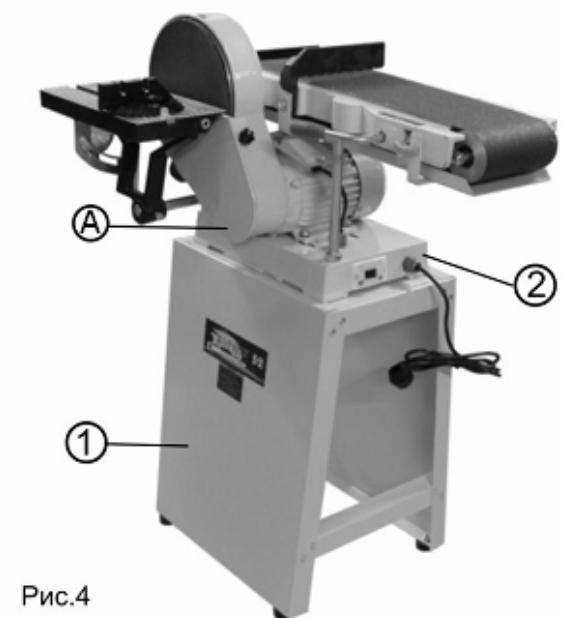

Рис.4
## 8.2. Соединение машины и основания (Рис.4)
Установите машину (А) на основание (1), совместив четыре отверстия в основании (1) с установочными отверстиями в станине (2) машины, и надежно скрепите машину (А) с основанием (1) через эти отверстия болтовыми соединениями, Рис. 4.